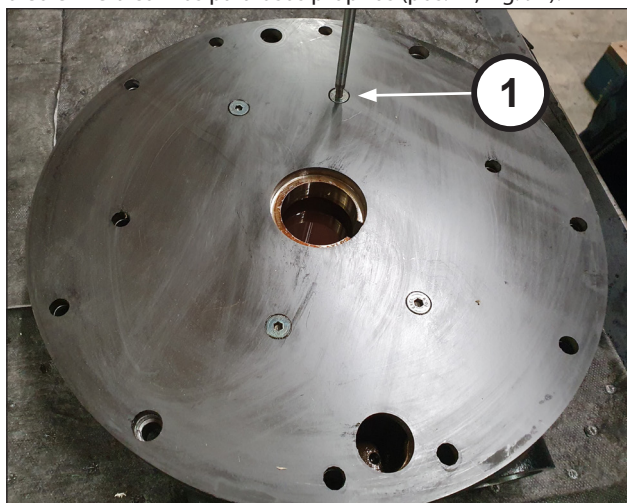

Fig. 94
Coloque a placa da bomba de óleo no corpo da bomba de óleo e fixe-a com os parafusos próprios (pos. ①, Fig. 94).